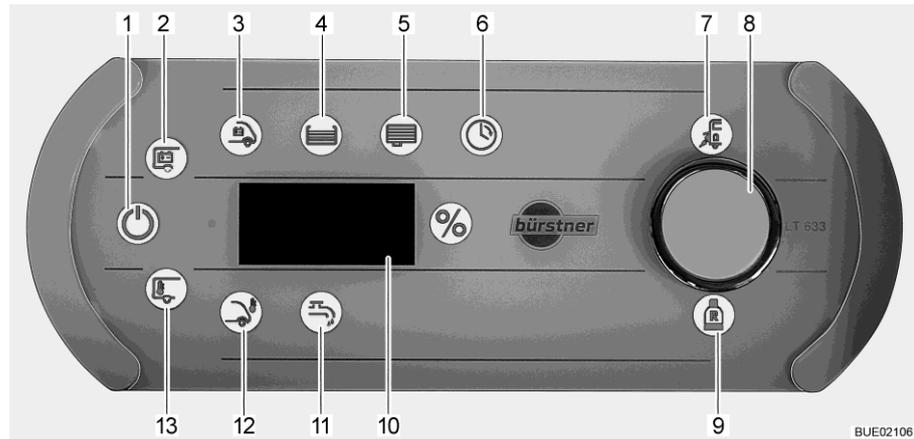

Fig. 185 Panneau de contrôle LT 633
Le symbole du contrôle du réseau (Fig. 185,7) s'allume quand le véhicule est alimenté en tension réseau de 230 V. Les batteries sont chargées.
**Allumer :** ■ Appuyer brièvement sur le bouton rotatif (Fig. 185,8). Le symbole 12 V marche (Fig. 185,1) s'allume. L'alimentation en tension est coupée quand les symboles 12 V marche et batterie de cellule (Fig. 185,2) clignotent trois fois.
**Annuler la coupure :** ■ Appuyer sur le bouton rotatif (Fig. 185,8) et le maintenir enfoncé pendant 5 secondes environ. Le symbole de la batterie de cellule (Fig. 185,2) et "On" est visualisé à l'affichage (Fig. 185,10).
■ Lâcher le bouton rotatif. Le symbole 12 V marche (Fig. 185,1) s'allume. L'alimentation en tension est active.
- Tourner le bouton rotatif jusqu'à ce que le symbole de la pompe à eau (Fig. 185,11) s'allume. À l'affichage est indiqué l'état actuel de commutation ("ON" ou "OFF").
Quand la pompe à eau est en marche, son symbole est allumé (Fig. 185,11).
- Tourner le bouton rotatif jusqu'à ce que le symbole de la batterie de cellule (Fig. 185,2) s'allume. La tension de la batterie de cellule est indiquée à l'affichage pendant environ 20 secondes (par ex. "13,8U" pour 13,8 Volt).
- Tourner le bouton rotatif jusqu'à ce que le symbole de la batterie de démarrage (Fig. 185,3) s'allume. La tension de la batterie de démarrage est indiquée à l'affichage pendant environ 20 secondes.
- Tourner le bouton rotatif jusqu'à ce que le symbole du réservoir d'eau (Fig. 185,4) s'allume. Le symbole "%" s'allume. Le niveau du réservoir d'eau est indiqué à l'affichage pendant environ 20 secondes.
- Tourner le bouton rotatif jusqu'à ce que le symbole du réservoir d'eaux usées (Fig. 185,5) s'allume. Le symbole "%" s'allume. Le niveau du réservoir d'eaux usées est indiqué à l'affichage pendant environ 20 secondes.
Le symbole de la bouteille de gaz de réserve (Fig. 185,9) s'allume quand cette dernière est utilisée.
- Tourner le bouton rotatif jusqu'à ce que le symbole de la température intérieure (Fig. 185,13) ou extérieure (Fig. 185,12) s'allume. La température sélectionnée est indiquée à l'affichage.
- Tourner le bouton rotatif jusqu'à ce que le symbole de l'horloge (Fig. 185,6) s'allume.